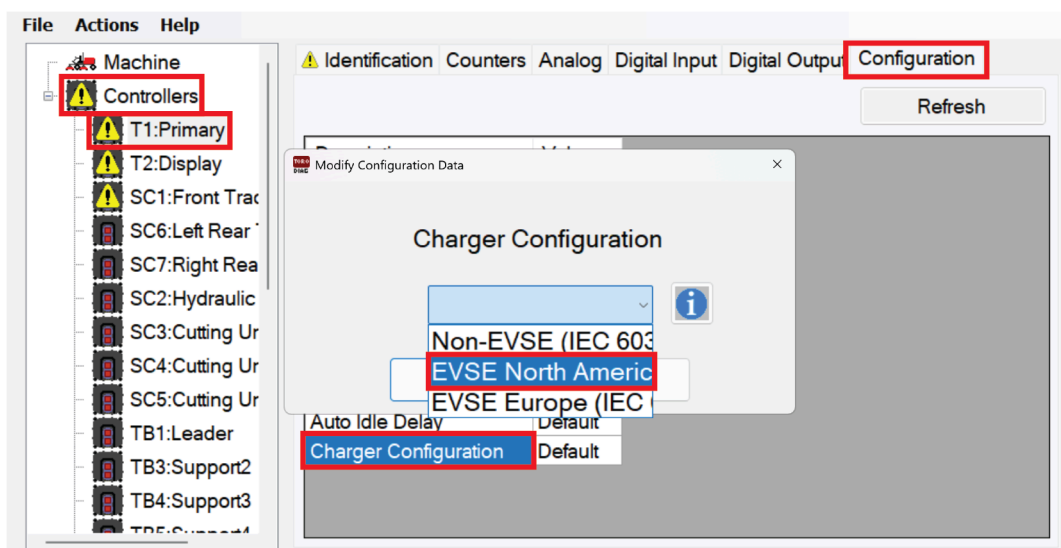

Figura 5
5. Apare fereastra **Configurare încărcător**. Selectai opiunea **EVSE America de Nord (J1772)** (Figura 5).